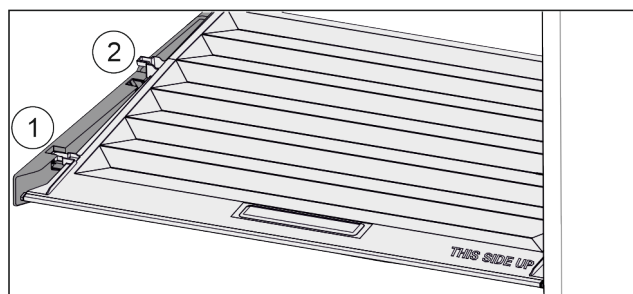

Fig. 94
- ▶ Træk dækslet fremad til åbning i holdedelen Fig. 94 (1).
- ▶ Løft nedefra og bevæg det opad og ud Fig. 94 (2).